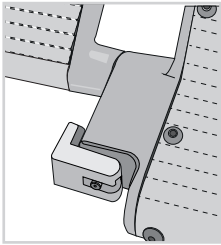
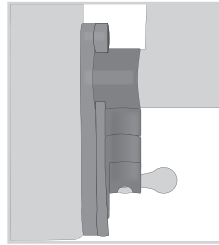

Bild 4a SAN-0125
Bild 4c SAN-0288
2. Öffnen Sie die rechte und linke Blockierungsvorrichtung (Bild 4a,b (SAN-0125) / Bild 4c,d (SAN-0288)).